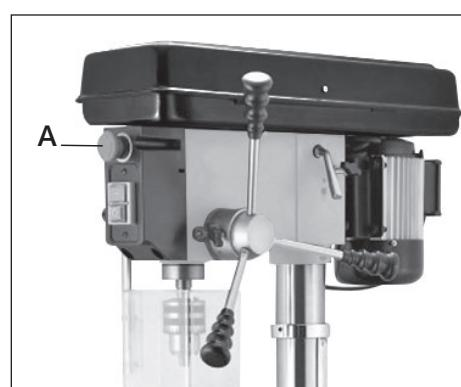

Рисунок 20.
Отключите станок и установите режущий инструмент. Установите переключатель **A** (рис. 20) в нужное положение: (L) – вращение против часовой стрелки, (R) – вращение, (0) – положение отключения магнитного пускателя. Включите станок.